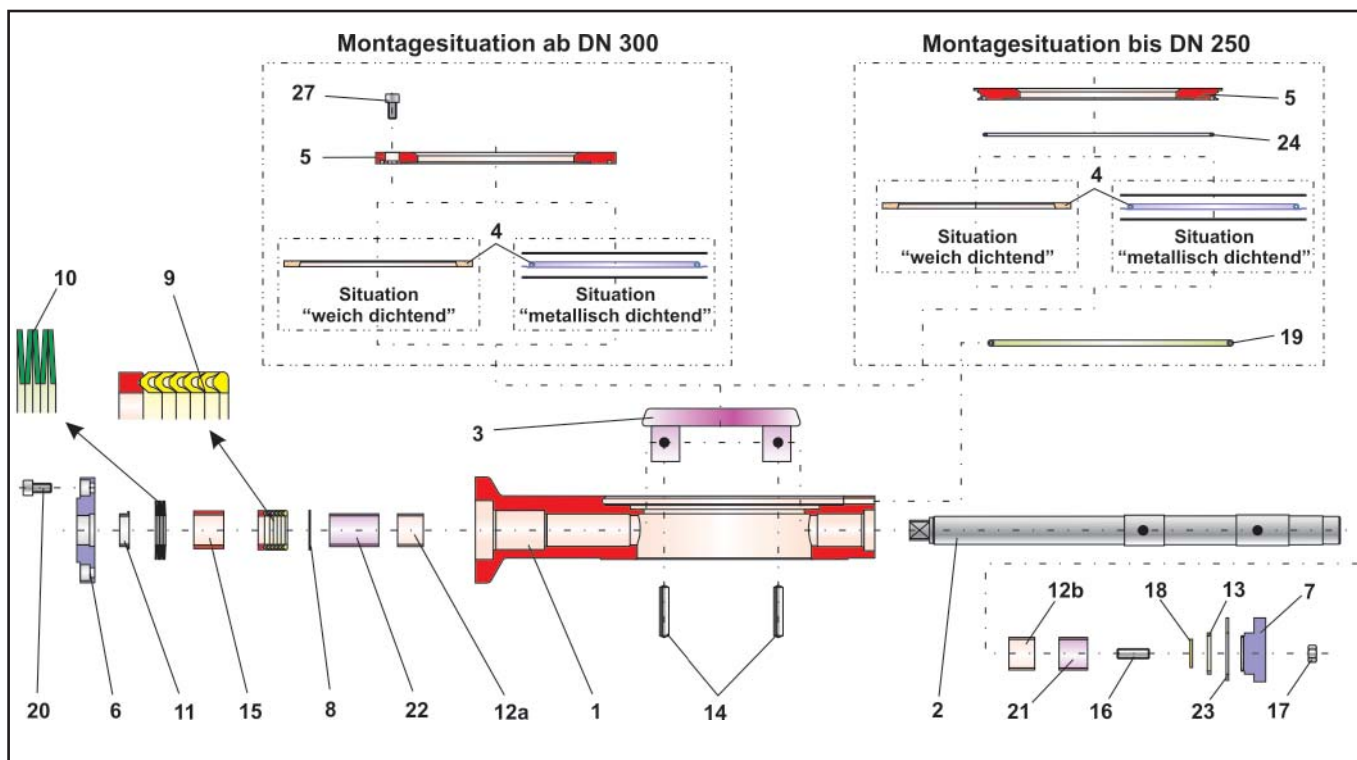

Bild 3 - Explosionszeichnung der Stellklappe BR 14b mit tellerfedervorgespannter Dachmanschettenpackung
Die PTFE-Dachmanschettenpackung (9) wird über die Welle in die Gehäusebohrung geschoben und mit einer Montagehülse angeedrückt. Die Anordnung der Dachmanschettenpackung ist der Explosionszeichnung (Bild 3) zu entnehmen.
Ebenso wird der Tellerfedersatz (10) eingebracht. Auch die Anordnung der Tellerfedern sind der Explosionszeichnung (Bild 3) zu entnehmen.